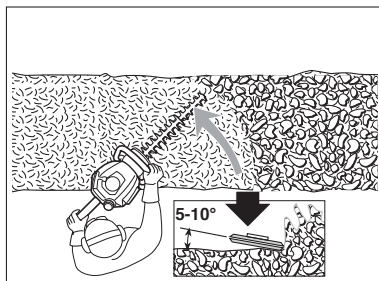

Fig. 14
- > Après avoir coupé les côtés, continuez vers le sommet (Fig. 14).